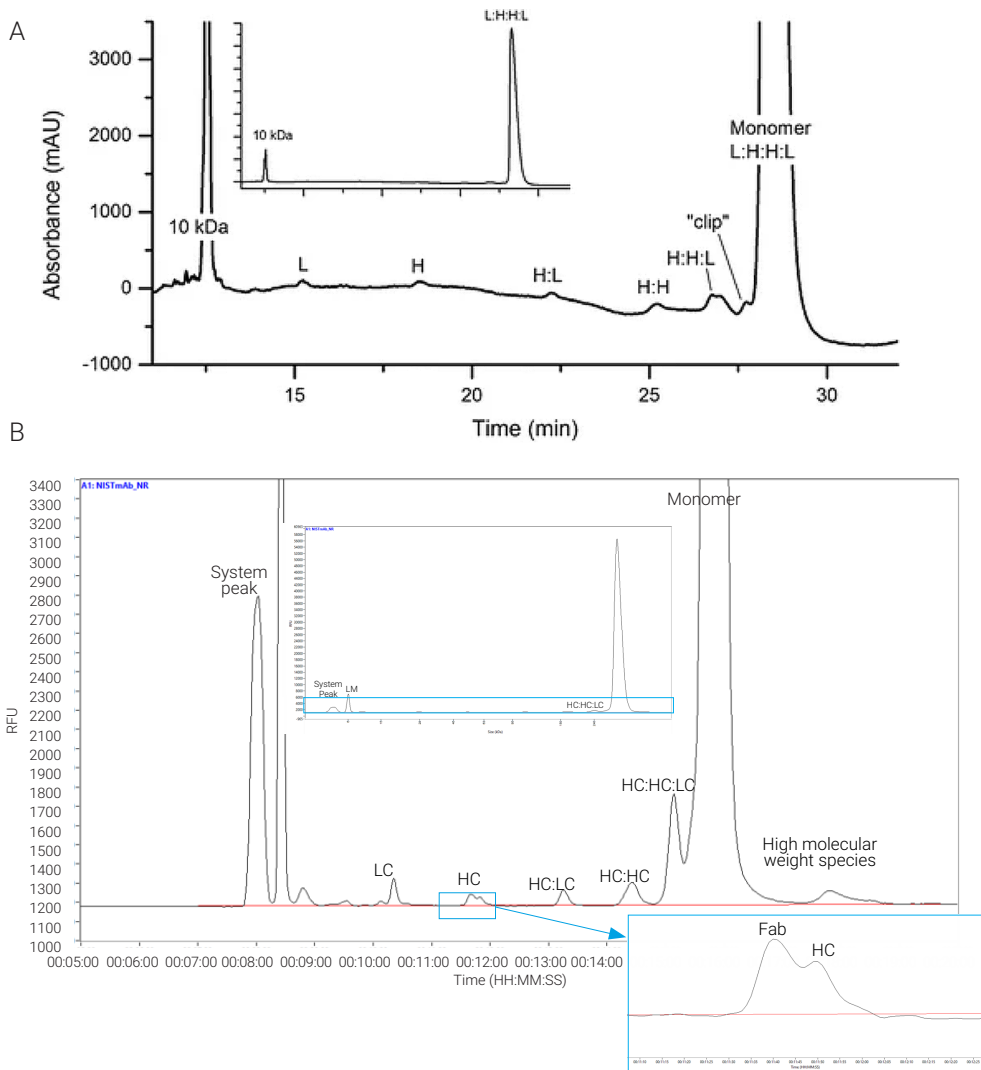

図 1. 非還元 NISTmAb
公開されている非還元 NISTmAb データと ProteoAnalyzer で得られた結果と比較した代表例を図 1 に示します。いずれの分析でも、サンプルピークの補正と定量にはマーカーを使用しています (シングルキャピラリー CE-SDS : 10 kDa ピーク、ProteoAnalyzer : 6 kDa Lower Marker (LM))。NISTmAb のメインピーク (モノマー) といくつかのより低分子のフラグメントのピークは、シングルキャピラリー CE-SDS と ProteoAnalyzer の両方で同定することができます。非還元サンプルで検出される低分子のピークには、軽鎖 (L または LC)、重鎖 (H または HC)、およびその 2 つの組み合わせ (HC:LC、HC:HC、HC:HC:LC) が含まれています。NISTmAb